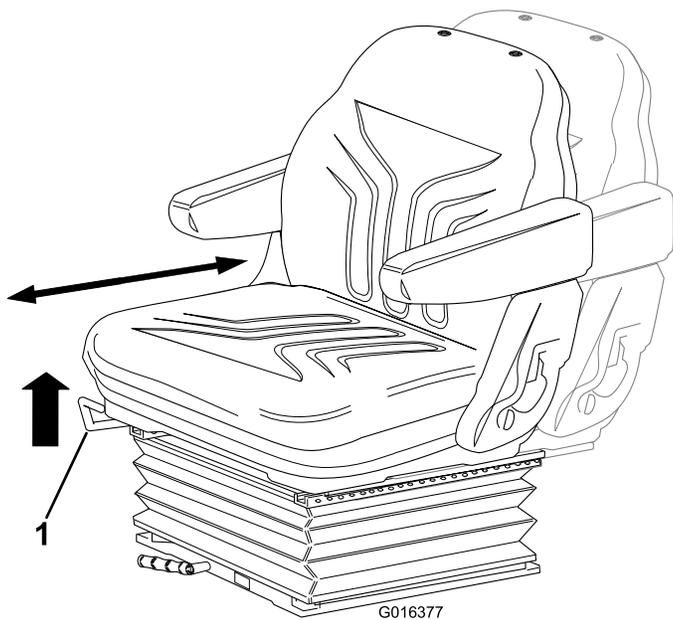

Figure 22
- **Réglage avant/arrière** : déplacez le levier vers le haut pour régler la position avant/arrière du siège. Relâchez le levier pour bloquer le siège en position (Figure 22).